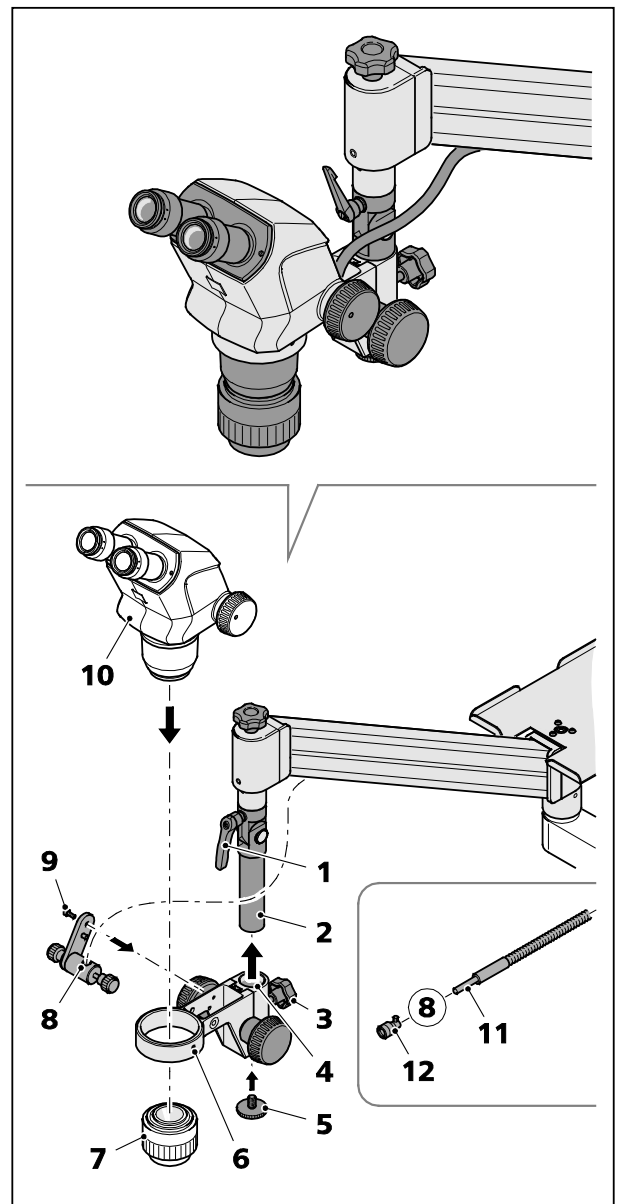

Bild 10 Stemi-Träger und Mikroskop montieren
- Endstück (Bild 10/5) an der Unterseite des Neigekopfes (Bild 10/2) abschrauben.
- Stemi-Träger mit Trieb (Bild 10/4) auf Neigekopf (Bild 10/2) aufstecken.
Die Winkelstellung des Klemmhebels (Bild 10/1) am Neigekopf kann auf eine für den Klemmvorgang günstige Lage eingestellt werden. Dazu den Hebel aus der Rastung ziehen und in die gewünschte Winkelstellung drehen. Nach Loslassen des Hebels rastet dieser durch einen Federmechanismus automatisch wieder ein.
- Stemi-Träger mit Sterngriffschraube (Bild 10/3) in gewünschter Position auf dem Neigekopf fixieren.
- Zur Sicherung des Stemi-Trägers gegen Abrutschen das Endstück (Bild 10/5) an der Unterseite des Neigekopfes wieder fest aufschrauben.
- Lichtleiterhalter (Bild 10/8) mit Schraube SW 3 (Bild 10/9) an Stemi-Träger anschrauben.
- Lichtleiterende (Bild 10/11) durch die Bohrung am Lichtleiterhalter (Bild 10/8) schieben und mittels Kopfschraube auf der Metallhülse (Durchmesser 10 mm) klemmen. Bitte beachten: Nicht auf dem flexiblen Schlauch klemmen.
- Fokussieroptik (Bild 10/12) bis zum Anschlag auf den Lichtleiter schieben und festschrauben.
- Mikroskopkörper (Bild 10/10) ohne Vorsatzsystem in Stemi-Träger (Bild 10/4) aufnehmen und mit Klemmschraube M6 x 6 mm (Inbus SW 3 mm) (Bild 10/6) fixieren.
- Falls verwendet, Vorsatzoptik (Bild 10/7) an der Unterseite des Stereomikroskops einschrauben. Bei Verwendung Stemi 508 zuvor das Staubschutzglas unten vom Stereomikroskop abschrauben.